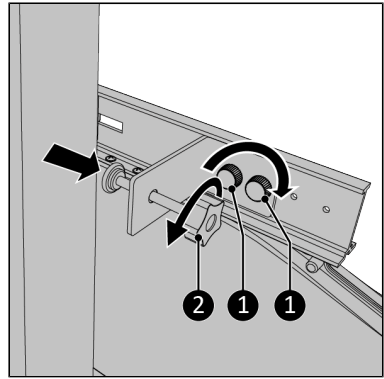

Abbildung 143.
12. Schrauben Sie die Klemmschraube vollständig zurück (Abbildung 143, Pos. 2).
15. Schrauben Sie die Klemmhalterung mit den beiden Knopfschrauben (Abbildung 143, Pos. 1) an der Hauptschiene fest.